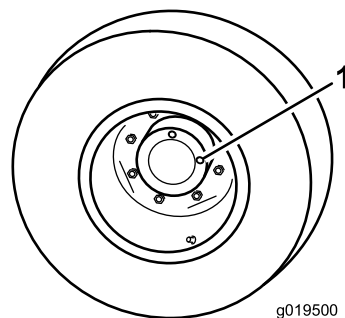

Рисунок 102
1. Поставив машину на ровную поверхность, расположите колесо так, чтобы одна контрольная пробка находилась в положении «12 часов», а вторая — в положении «3 часа» (**Рисунок 102**).
2. Снимите пробку, находящуюся в положении «3 часа» (**Рисунок 102**).